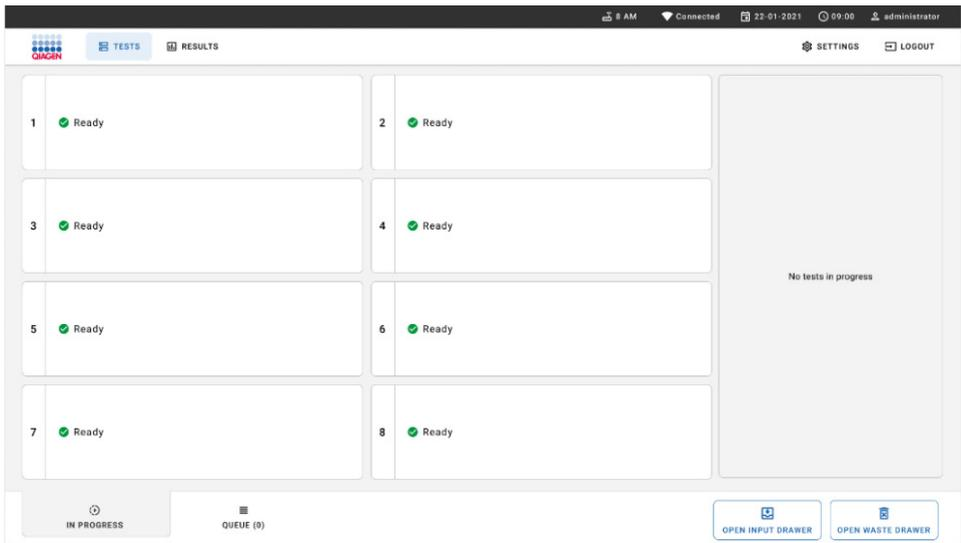

Figura 53. Pantalla principal de las pruebas.
1. Pulse el botón **OPEN WASTE DRAWER** (Abrir cajón de residuos) en la esquina inferior derecha de la pantalla principal de la prueba (figura 53).
3. Cierre el cajón de residuos tras retirar los cartuchos. El sistema escaneará la bandeja y volverá a la pantalla principal (figura 53). Si se ha retirado la bandeja para realizar el mantenimiento, compruebe que esté insertada correctamente antes de cerrar el cajón.
4. Pulse el botón **OPEN INPUT DRAWER** (Abrir cajón de entrada) en la esquina inferior derecha de la pantalla (figura 53).